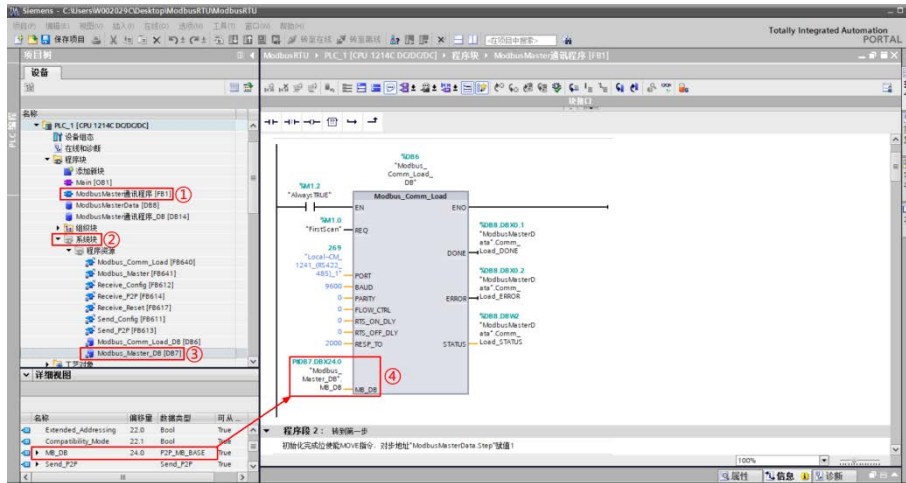

图 4.5 对 Modbus_Comm_Load 指令的 MB_DB 赋值
- 5) 接下来，通过对【Modbus_Comm_Load】指令的【MD_DB】参数赋值，将【Modbus_Comm_Load】指令与【Modbus_Master】指令进行关联，即将【Modbus_Master】指令的背景 DB 块中静态变量【MB_DB】赋值给【Modbus_Comm_Load】指令的【MD_DB】，可以通过拖拽的方式来实现，拖拽路径如图 4.5 所示。